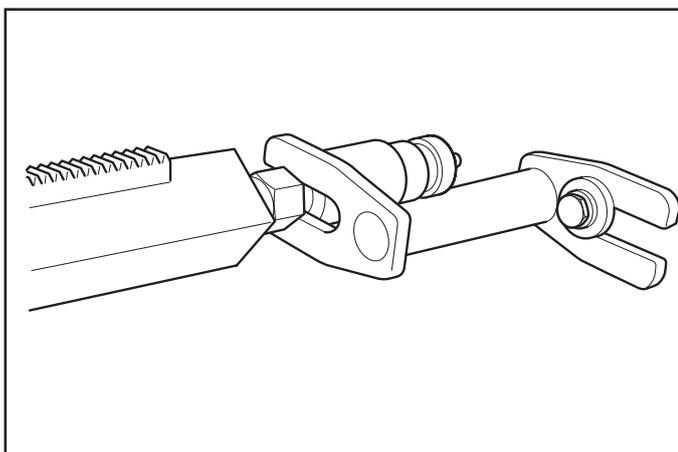

Рис.6
- Чтобы жестче закрепить сверильную колонку, можно использовать спец. кронштейн (опция). (Рис. 6). Кронштейн устанавливается на анкер напротив упора сверильной колонки и закрепляется на упоре стопорной гайкой ключом 30 мм.